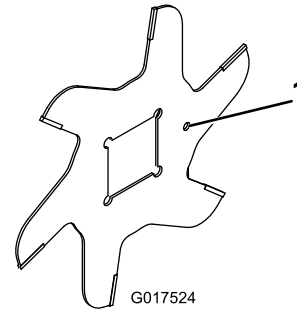

図 15
1. ブレードを組み付ける 図 15。
4. 次のブレードを右に 1/6 回転ずらして、つまり、合い印が面一枚分右にずれるようにして、取り付ける 図 15。